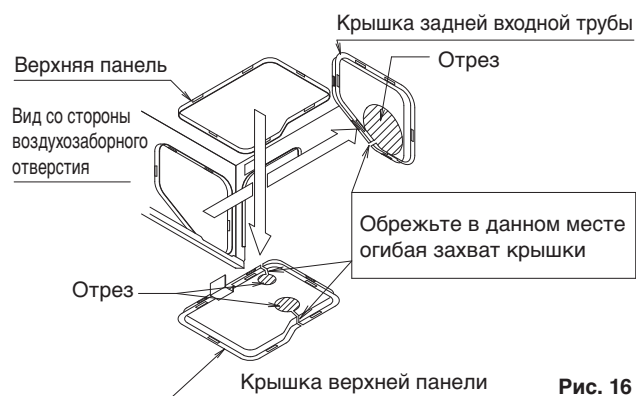
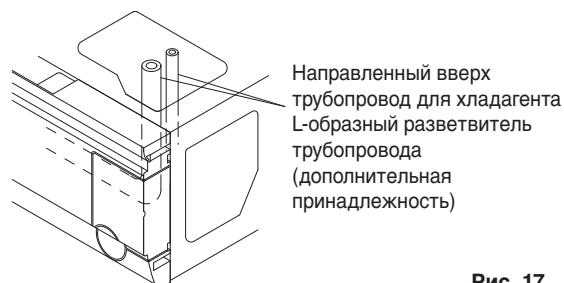
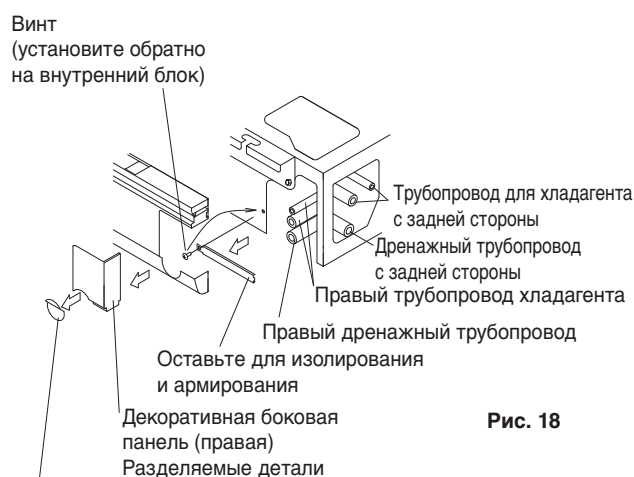
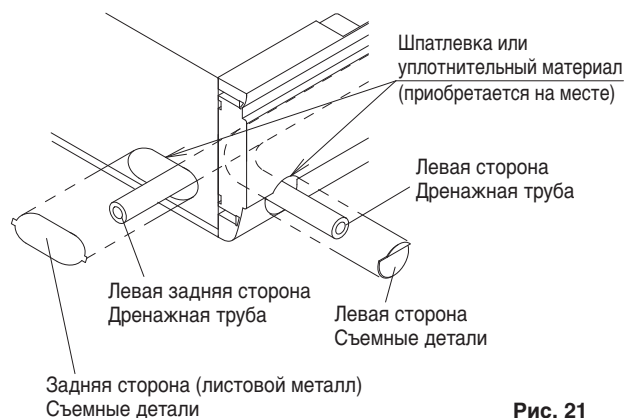

Рис. 16
Рис. 17
Рис. 18
Рис. 21
- (См. рис. 18)
- (1) Для задней стороны трубопровода
- Снимите заднюю крышку для доступа к трубопроводу и подсоедините патрубок. (См. рис. 16 и рис. 18)
- (2) Для верхнего трубопровода
- Снимите крышку для доступа к верхней панели и подсоедините трубопровод с помощью Г-образного переходника (опция). (См. рис. 16 и рис. 17)
- (3) Для трубопровода на правой стороне
- Удалите остатки упаковочного материала (в т.ч. армирование) с правой стороны и установите винт обратно в отверстие на блоке. (См. рис. 18)
- Прорежьте выбивное отверстие в декоративной боковой панели (правой) и подсоедините трубопровод. (См. рис. 18)
Также, что касается крышки верхней панели, которая была снята ранее, проденьте провод электродвигателя горизонтальной заслонки и вывод термистора через зажим на крышке верхней панели и зафиксируйте их. (См. рис. 16 и 19.)
- (1) Выполните установку дренажного трубопровода.
- Дренажный трубопровод допускается подсоединять следующим образом: Для правой задней/правой стороны см. рис. 18 в разделе "6. РАБОТЫ С ТРУБОПРОВОДОМ ДЛЯ ХЛАДАГЕНТА" а для левой задней/левой стороны см. рис. 21.